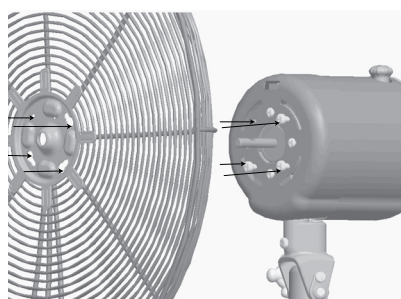

FIGURE 8
19. Desserrer les trois autres vis de fixation de la grille. Aligner les encoches en trou de serrure de la grille arrière avec les trois vis restantes de la face du moteur et poser la grille arrière sur la face du moteur en vous assurant que les rondelles sont bien entre la tête de vis et la grille arrière. Voir Figure 8.